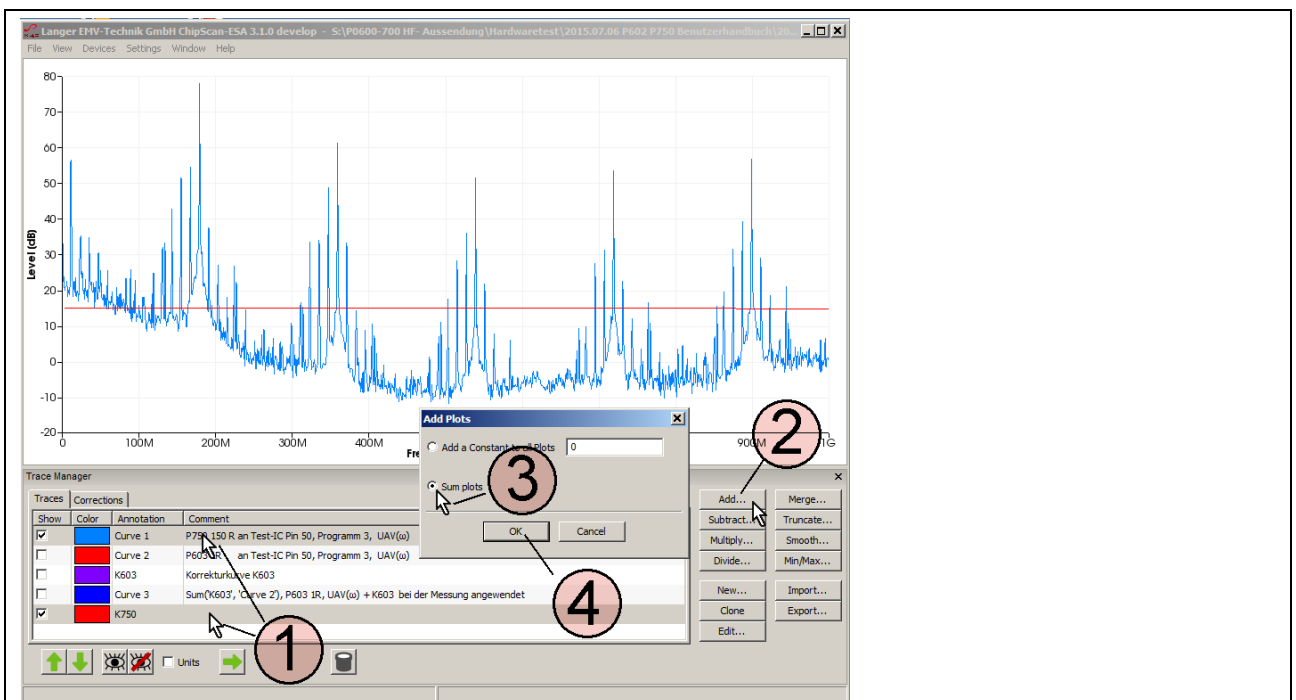

Bild 32: Korrektur nach der Messung: Ausführung der Addition  $U_{IC} = U_{AV} + K750$ .
Im „Trace Manager“ in der Liste „Traces“ **Bild 32** werden die Kurve „Curve 1“ ( $U_{AV}$ ) und die Kurve „K750“ mit dem Mauszeiger ① markiert. Die Mathematikoperation Addition „Add...“ ② wird geöffnet und „Sum up all Plots“ aktiviert (**Bild 32** Mauszeiger ③). Mit OK ④ wird die Addition  $U_{AV} + K750$  ausgeführt.